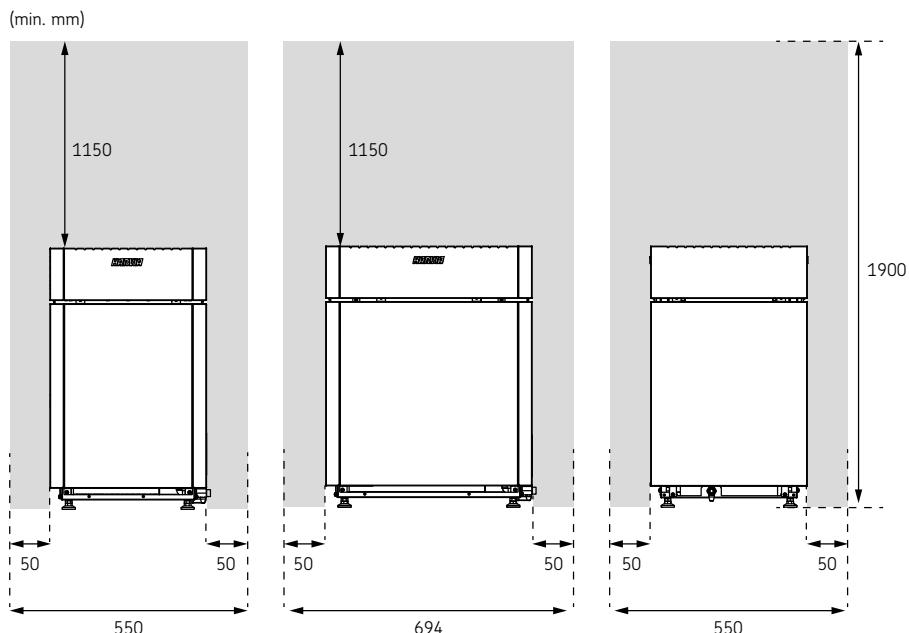

Bild 1. Säkerhetsavstånd
- Minsta skyddsavstånd till brännbart material visas i bild (Bild 1. Säkerhetsavstånd).
- Om ett skyddsräcke är monterat runt bastuaggregatet måste de säkerhetsavstånd som anges i bild (Bild 1. Säkerhetsavstånd) eller i monteringsanvisningen för skyddsräcket följas.